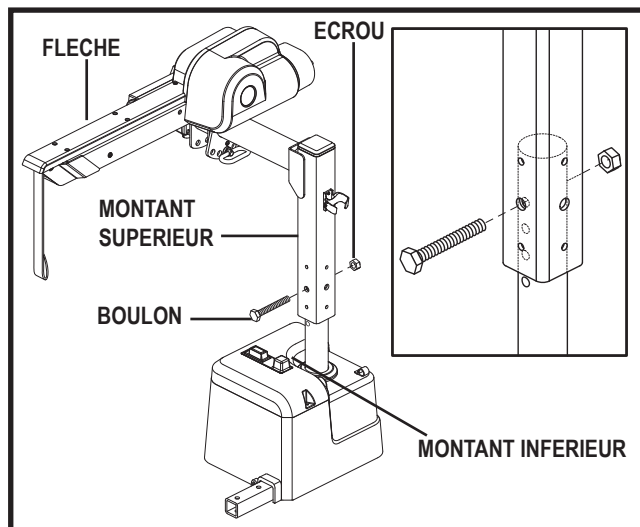

Figure 1. Réglage du montant supérieur
La flèche peut être réglée pour votre commodité. Voir la figure 1.
1. Retirez l'écrou et le boulon du montant supérieur. Voir la figure 1.